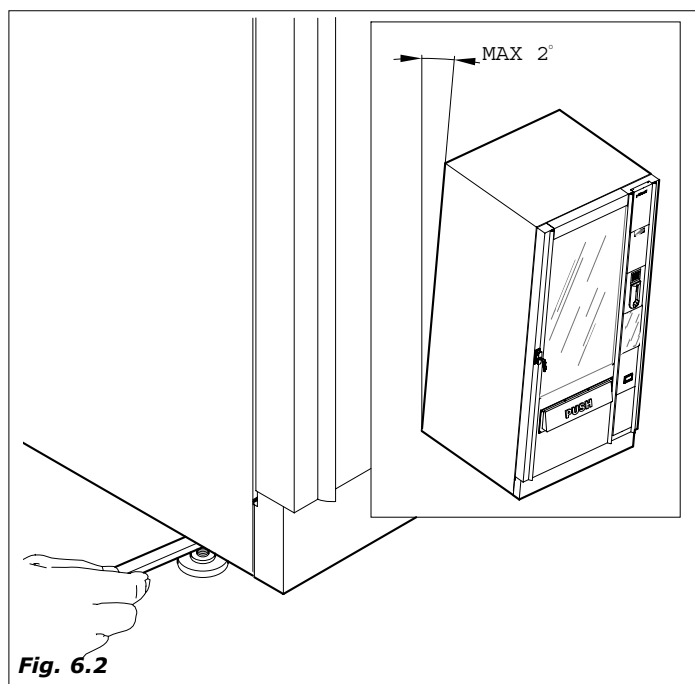

Fig. 6.2
- Posizionare il distributore, curandone il livellamento mediante i piedini regolabili precedentemente montati sul mobile (Fig.6.2). Assicurarsi che il distributore non abbia un'inclinazione superiore ai 2°.